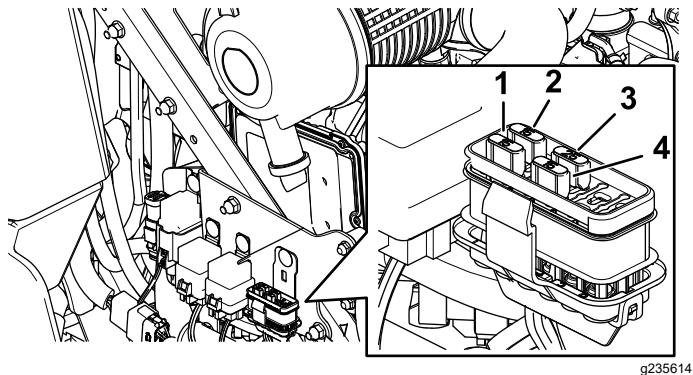

Figure 49
- Remplacez le fusible (Figure 49).